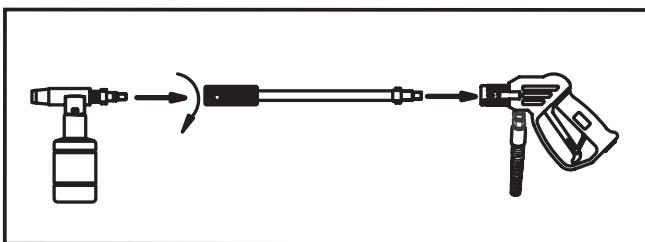

Figure 8 - Attach applicator to gun
4. Attacher l'applicateur de détergent au pistolet (voir Figure 8).